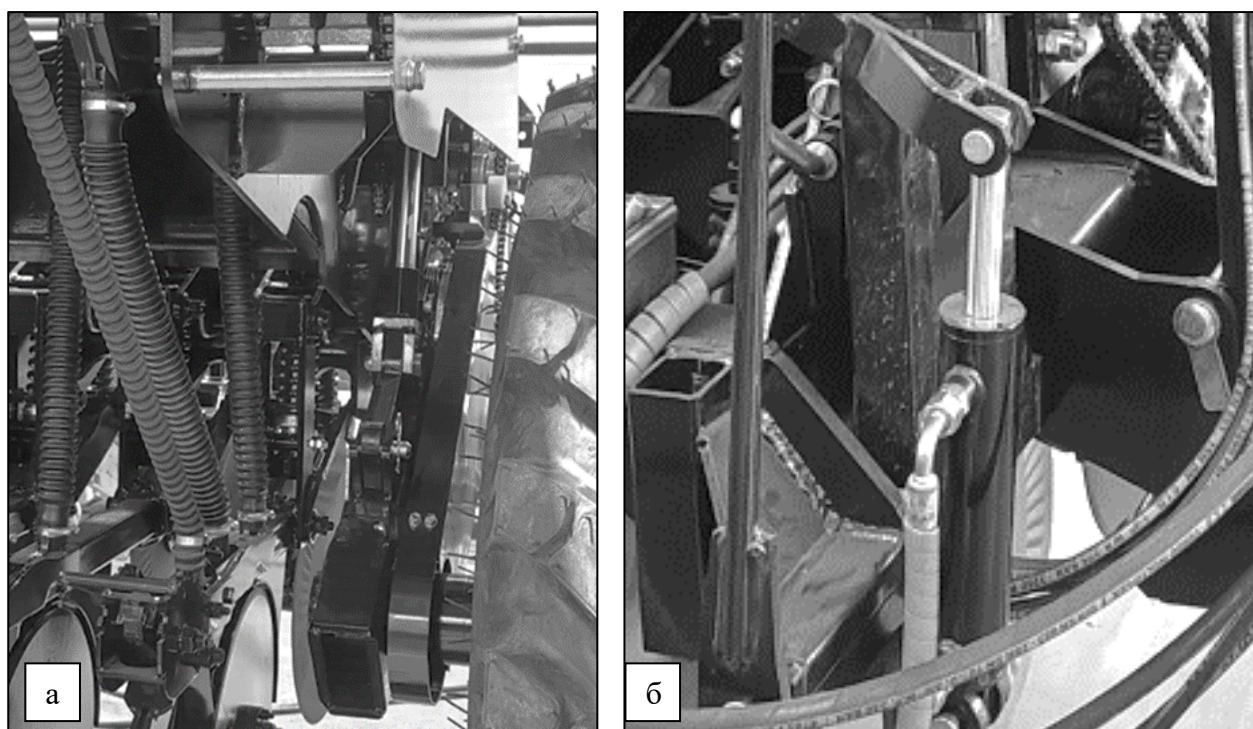

Рисунок 71 – Гидроцилиндры сеялки:
9. Штоки всех гидроцилиндров обильно смазать консистентной смазкой. Обмотать штоки любой бумагой и закрепить её верёвкой или тонкой проволокой. Делается это для предотвращения высыхания смазки до твёрдого состояния. При перемещении штока с засохшей смазкой существует большая вероятность повреждения уплотнительных манжет гидроцилиндров, рис. 71.